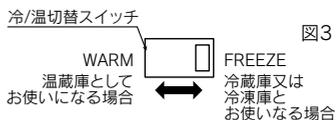

図3
2. 温冷切替スイッチをいずれかに合わせてください。(図3)
3. 電源コードの差し込みプラグ (電源側) をシガーソケットに差し込んでください。(図3)